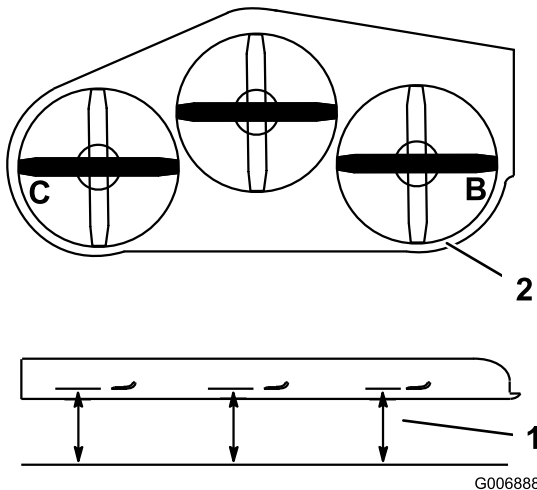

Figure 83
4. Mesurez la distance aux points **B** et **C** entre une surface plane et le bord coupant des pointes des lames (Figure 83).